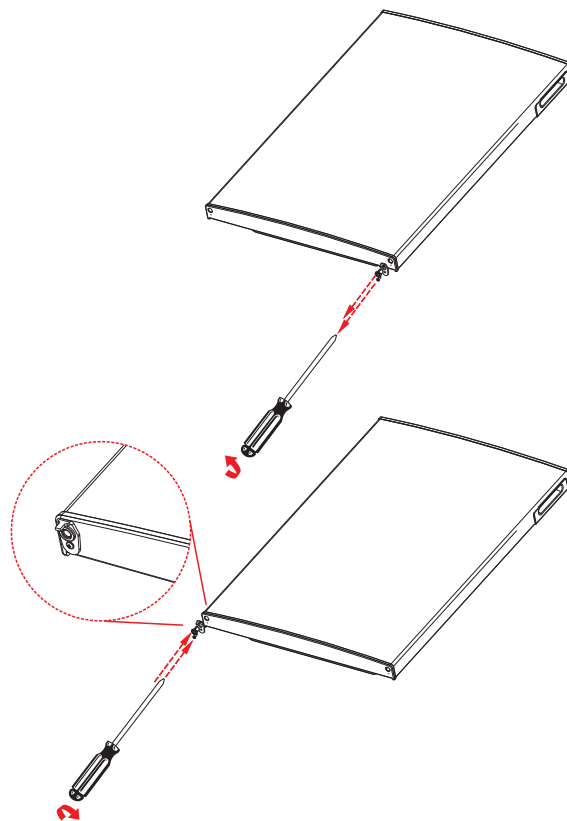

Abb. 15
- ▶ Lösen Sie die Halterungsschraube des unteren Türanschlagbegrenzers. Versetzen Sie den Türanschlagbegrenzer ebenfalls auf die linke Seite und schrauben den Türanschlagbegrenzer mit der Halterungsschraube fest (Abb. 15).